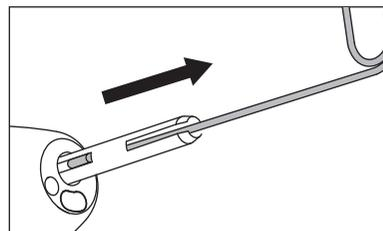

Fig. 3
- 2) Insira o puxador do limitador de broca fornecido na **pinça**. Puxe o limitador de broca prendendo-o à fenda do limitador de broca. (Fig. 3)